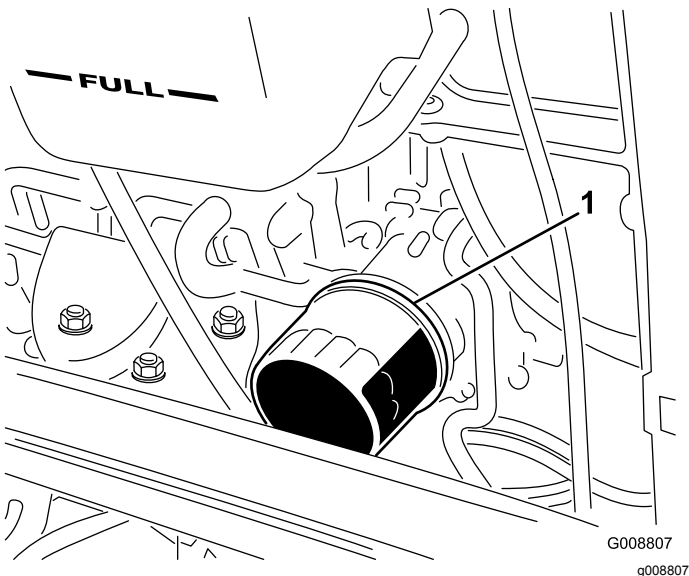

Figura 33
2. Retire o filtro do óleo (Figura 33). Aplique uma leve camada de óleo limpo no vedante do filtro novo antes de o montar. Não aperte demasiado.